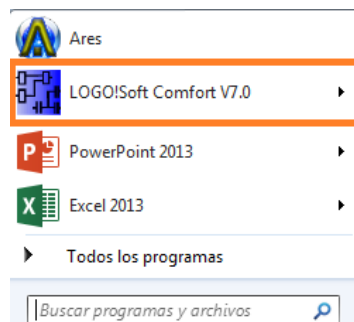

Figura 50: Selección de programa.
1. Seleccionar el programa en el que se va a realizar la configuración Figura 50.